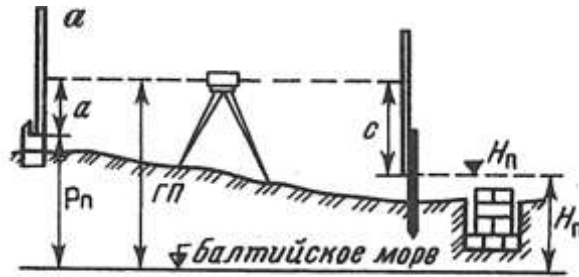

Рис. 2. Схема разбивки и контрольных высот фундамента
5. Выставьте проектную высоту верха фундамента на обноске (рис. 2), если высота репера  $P_n = 53,672$ , отсчет по рейке  $a = 0525$ , проектная высота фундамента  $H_n = 52,253$ .